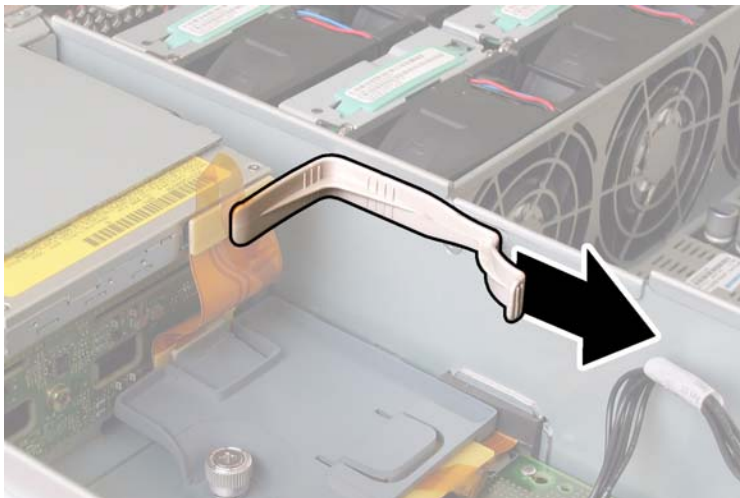

ABBILDUNG 4-13 Entfernen des Kabelhalters
6. Entfernen Sie den oberen Kabelhalter von der Gehäusezwischenwand. Siehe ABBILDUNG 4-13.